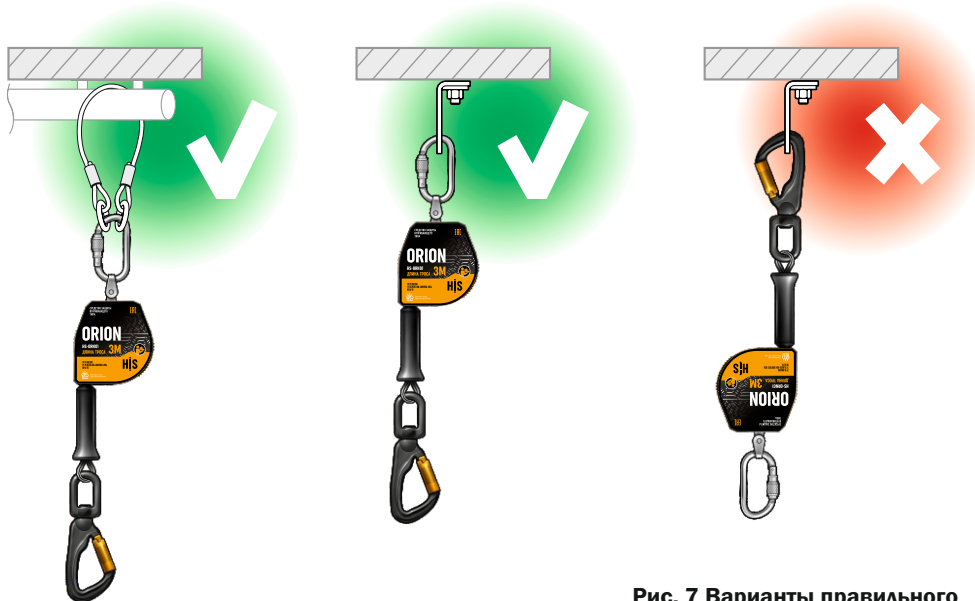

Рис. 7 Варианты правильного и неправильного крепления СЗВТ ORION к анкерной точке.
- в) присоединять СЗВТ к анкерной точке при помощи карабина класса Т, расположенного на конце троса (**рис. 7**);